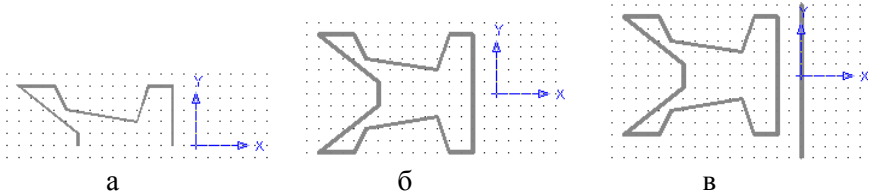

Рисунок 4.2 – Послідовність виконання дзеркального відображення
Активізувати команду → на запит Select objects: виділити побудований контур фігури перерізу (рис. 4.2а) ↵ послідовно вказати дві точки дзеркальної лінії -10,0 ↵ -50,0 ↵ ↵ (рис. 4.2б).
4.7 Командою  **Линия** побудувати вісь обертання за координатами : 0,30 ↵ 0,-35 ↵ (рис. 4.2в).